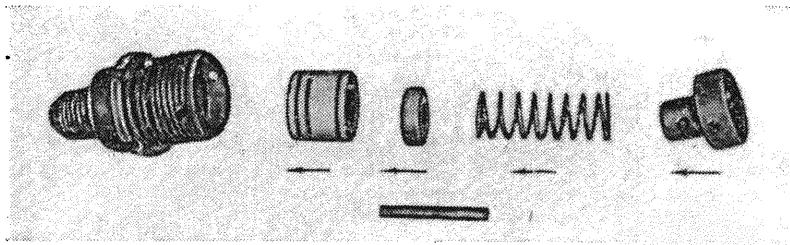

Рис. 96
4. Вставить опорную втулку в гнездо пробки, совместив отверстия под штифт клапана с отверстием в пробке (рис. 96).